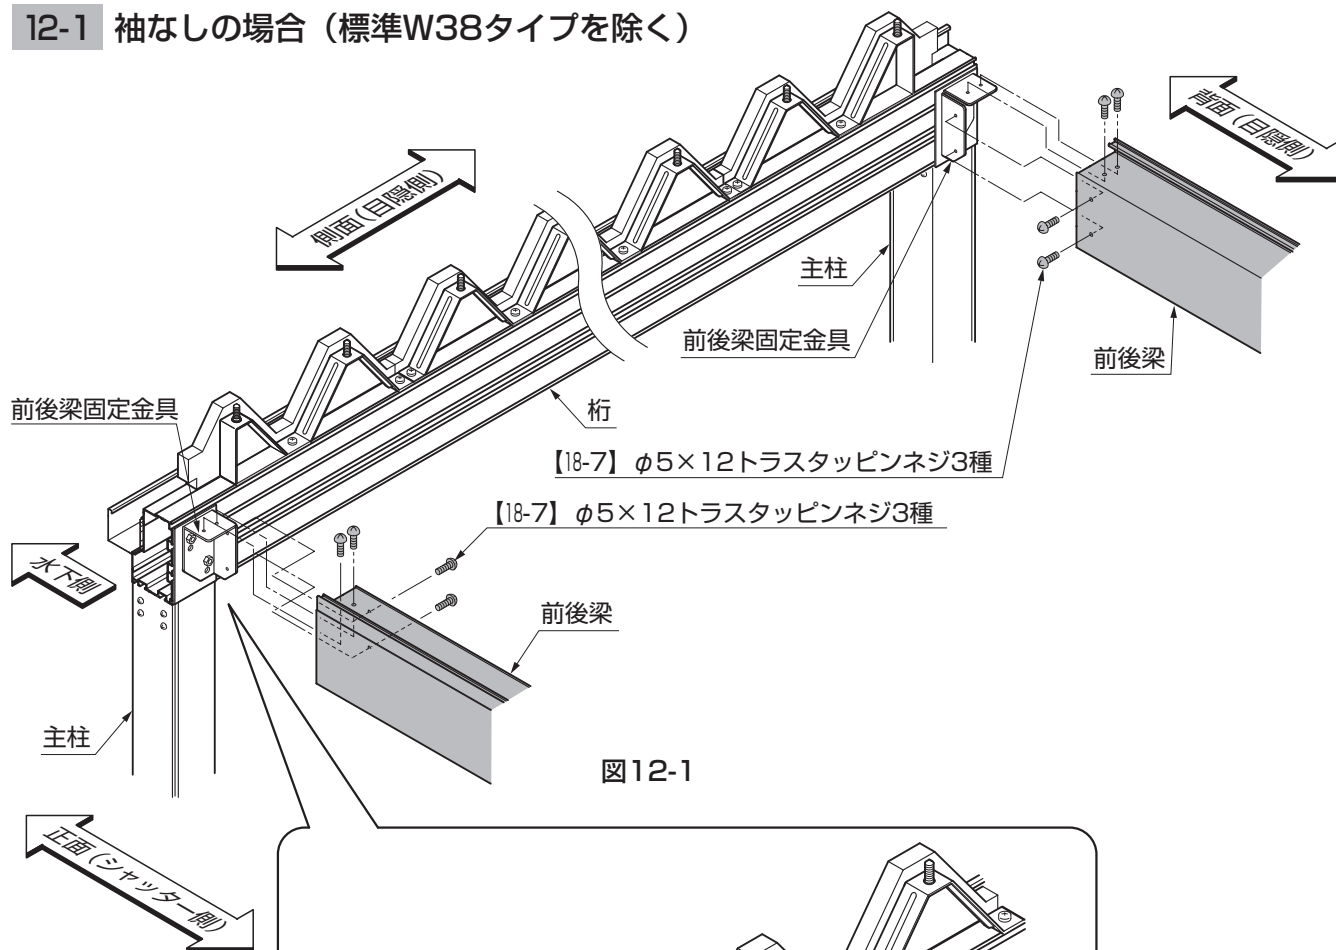

図12-1
①桁に取付けた前後梁固定金具に前後梁を差込んで【18-7】で取付けてください。(図12-1参照)